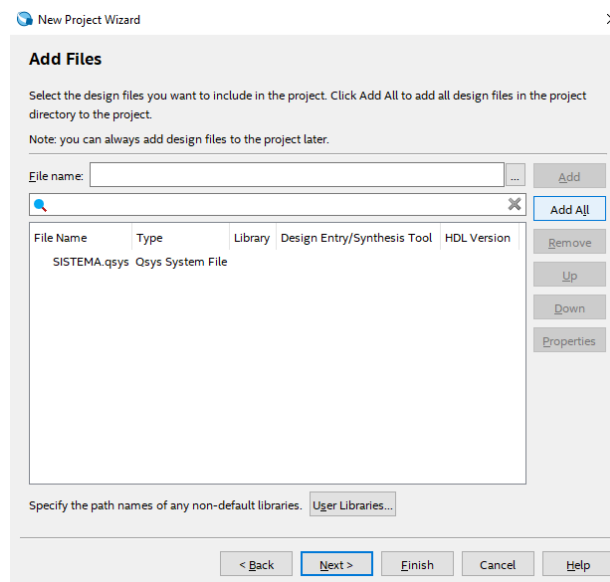

Ilustración 4: Agregar archivos al proyecto
6. Se mostrará la ventana para adhesión de archivos. En esa ventana seleccione la opción **Add All**, para que se agreguen todos los archivos que fueron copiados a la carpeta del proyecto y que se realizó en el procedimiento 1. En la ilustración 4 se observan los archivos añadidos. Por último, haga clic en **Next**.